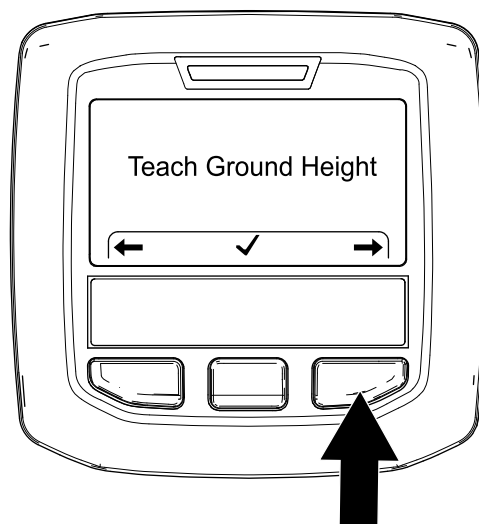

Рисунок 46
2. Дважды нажмите правую кнопку инфо-центра, чтобы отобразить экран Calibrating the Tine Ground Height (Калибровка высоты зубьев от земли) (Рисунок 46).